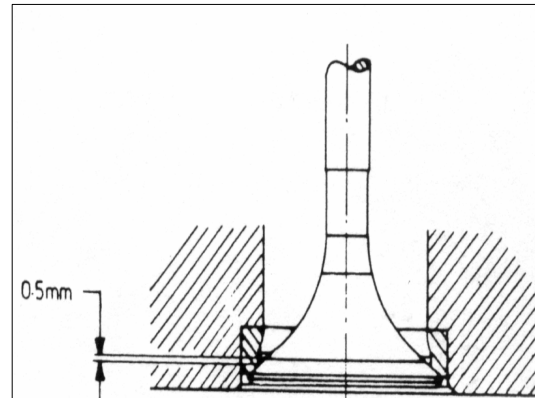

РИС. 80
7) Расстояние между узким диаметром лицевой поверхности клапана и контактной линией должно быть минимум 0,5 мм (рис.80).